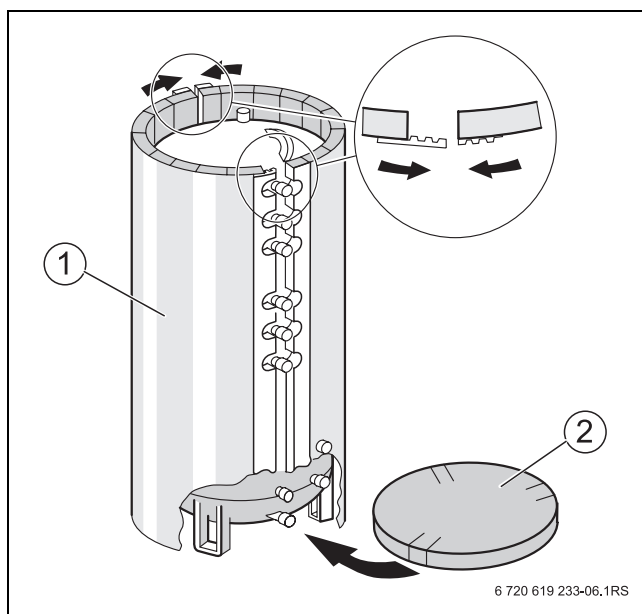

Bild 8 Wärmeschutz montieren
- ▶ Geschlitzte Wärmeschutzscheibe (→ Bild 8, [2]) mit den Einschnitten im Bereich der Speicherfüße auf den Boden legen.
- ▶ Die Wärmeschutzmatten entsprechend den Speicheranschlüssen und den Ausschnitten der Wärmeschutzmatten (→ Bild 8, [1]) deckungsgleich am Speicherbehälter anlegen.
- ▶ Zuerst den Wärmeschutz auf der Rückseite des Speichers (Anschlussseite) entsprechend Bild 8 verschließen.
- ▶ Für ein vollständiges Ineinandergreifen der beiden verzahnten Schienen sorgen (→ Bild 8, Lupe).